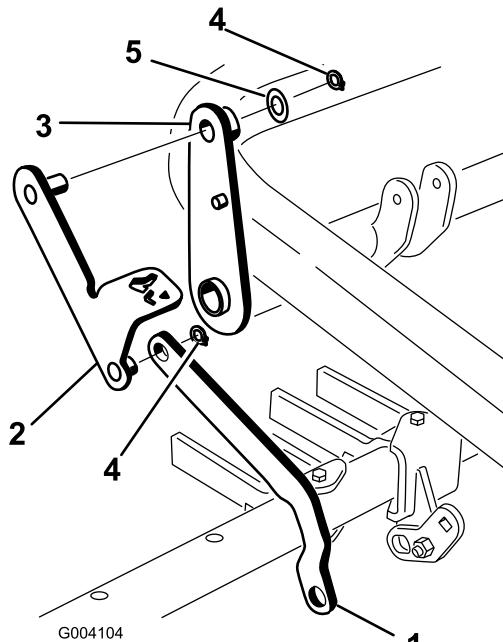

Figura 15
3. Coloque el extremo de la barra de unión sobre la clavija corta de la palanca del pedal, y sujetelo con un anillo de retención (Figura 15).
4. Introduzca la clavija del otro extremo de la palanca del pedal en el extremo superior de la palanca y sujetela usando una arandela (7/8 pulgada) y un anillo de retención (Figura 15).